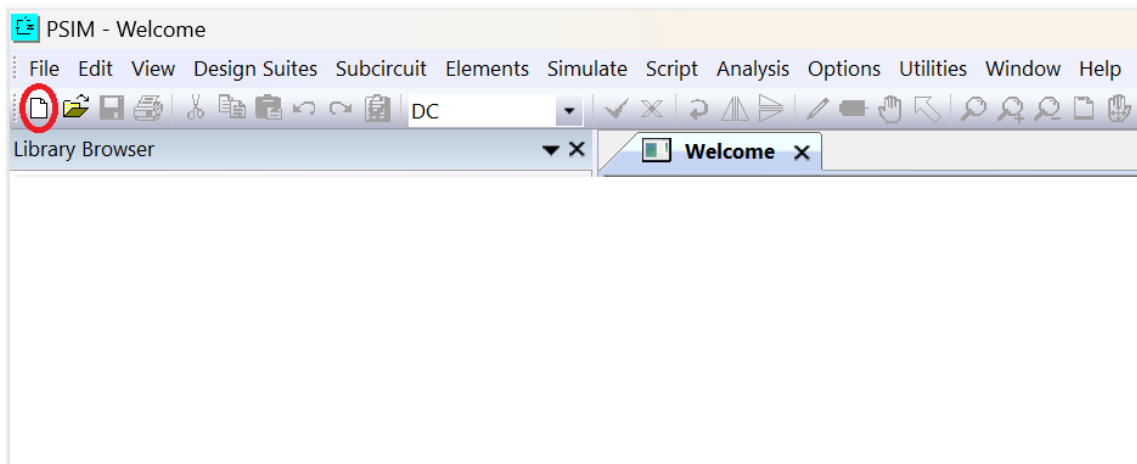

Figura 3 – Nova simulação
2) Para iniciar uma simulação, clicamos no canto superior esquerdo na “Página em branco”, conforme destacado na Figura 3.